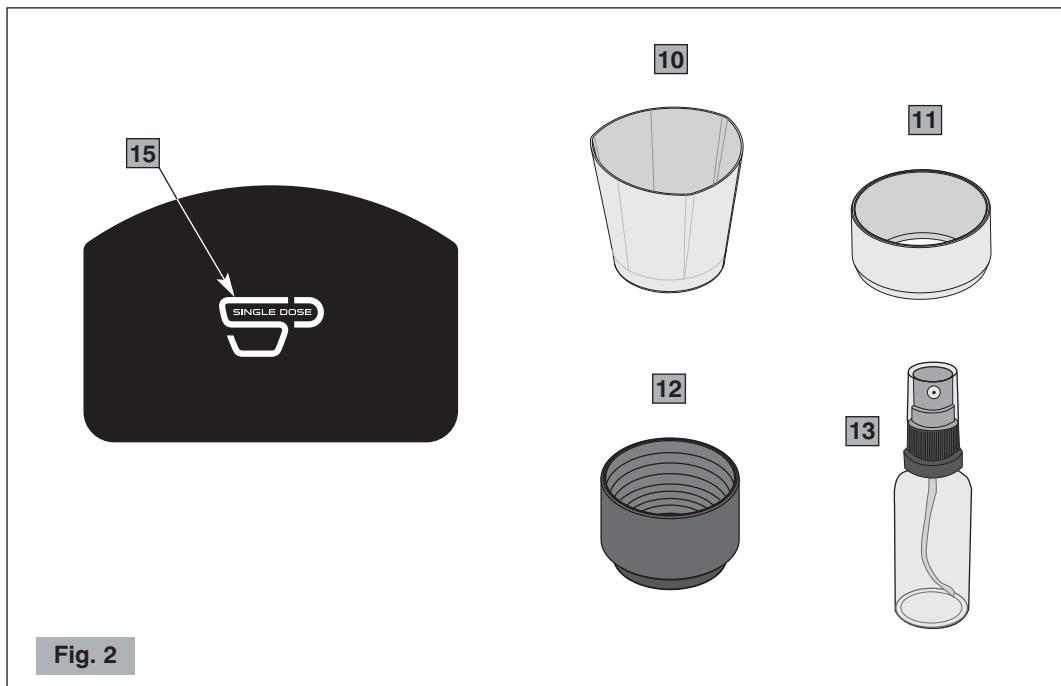

Fig. 2
**COFFEE GRINDER E5SD****Main parts (Fig. 1, Fig. 2)**